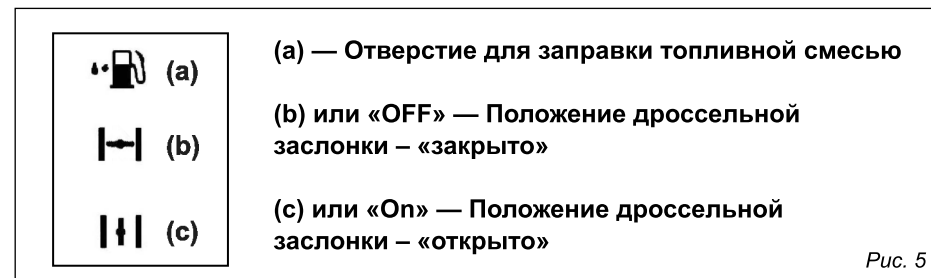

Рис. 5
3. Руководствуясь рис. 5 установите рычаг положения дроссельной заслонки (3) в положение «закрыто».